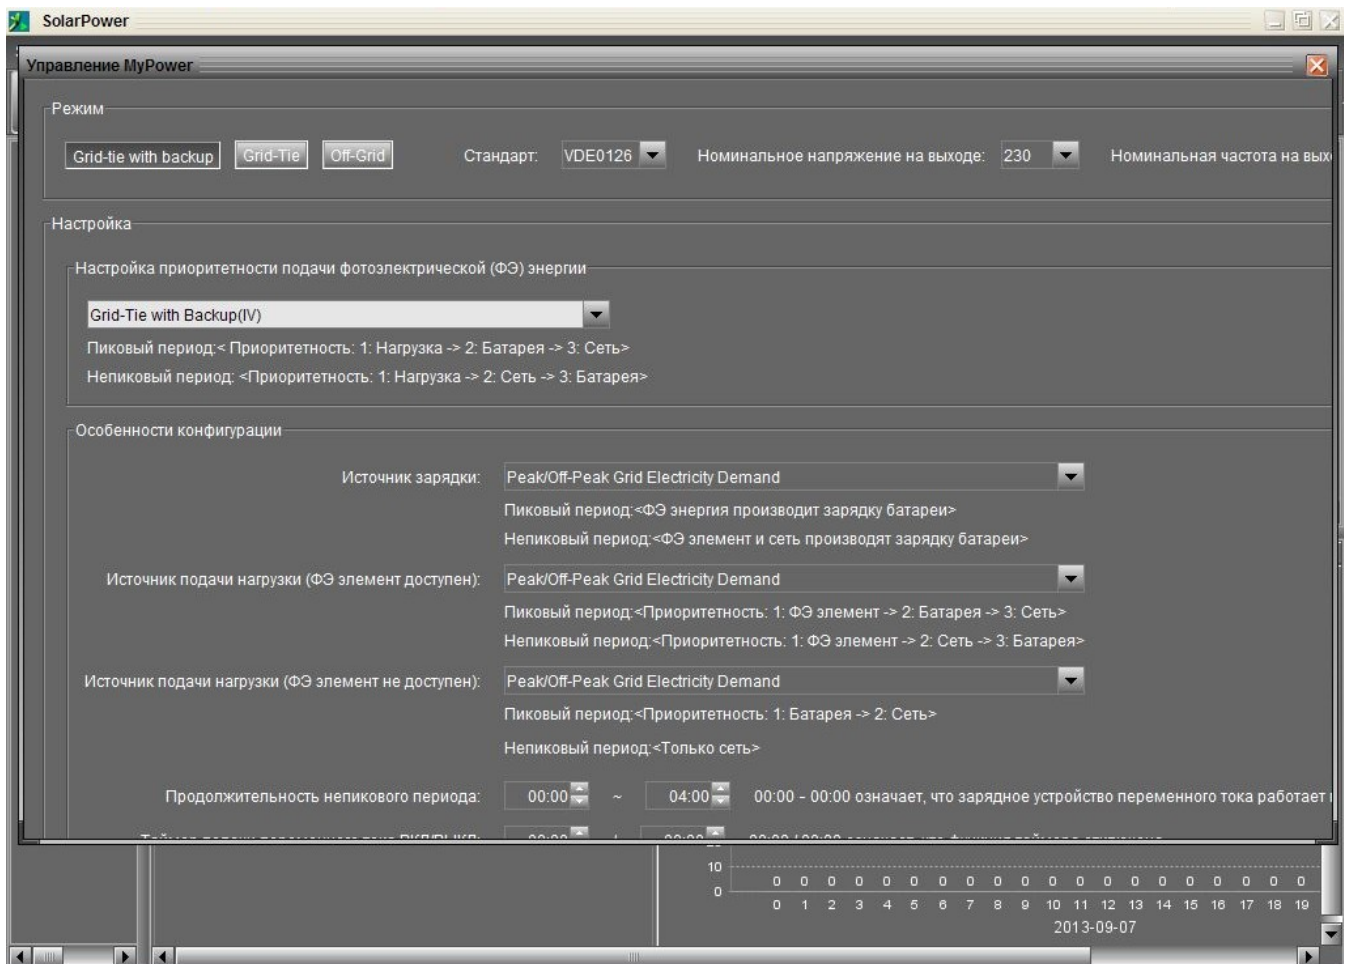

Рис. 11-4. Режим Grid-tie with backup (IV)
- **Grid-tie with backup (IV):** (см. рис. 11-4)